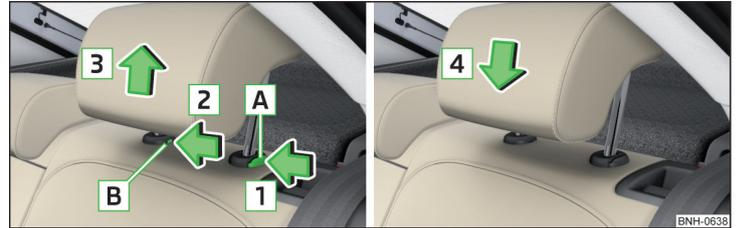

Fig. 73 Extraer / introducir el reposacabezas
- › Para **retirar**, mantener la tecla de seguridad **A** en sentido de la flecha **1**, presionando al mismo tiempo con un destornillador plano (con un ancho de máx. 5 mm) la tecla de seguridad en la apertura **B** en el sentido de la flecha **2** y retirar el reposacabezas en sentido de la flecha **3** » fig. 73.